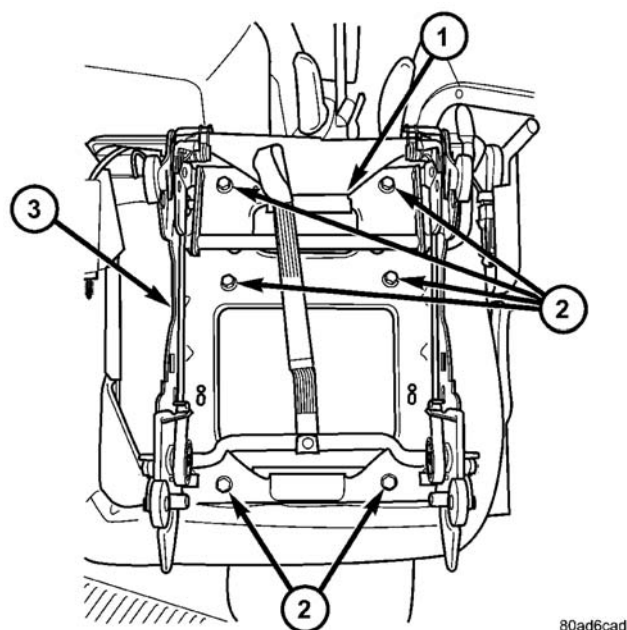

图 35 长条座椅座椅升降器-50/50 分开
- (1) 从车辆上卸下座椅。有关正确的程序，参见“用户手册”。
- (2) 脱开座椅套 J 形带的夹子。（图 35）。
- (3) 拆卸 6 个螺栓并卸下座椅升降器。